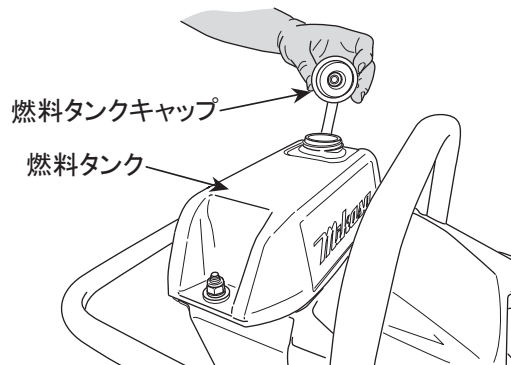

図 4
6. 燃料タンクへレギュラーガソリン(無鉛)を入れると同時にエンジンオイルも点検し早目に補充してください。(図4)